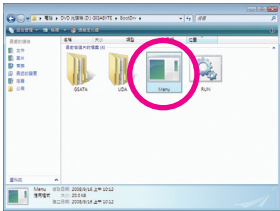
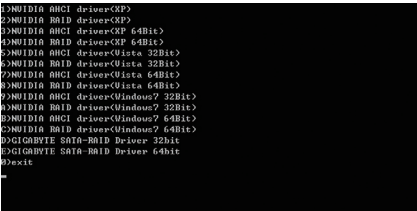

图2
图3
- 2：进入光盘中的“BootDrv”文件夹，双击“Menu.exe”文件 (图2) 后会出现「命令提示符」画面，内含如图3 所示的控制器菜单。
- 3：放入空白磁盘。按下 SATA 控制器驱动程序代码后再按 <Enter> 键。以图3的菜单为例，若要安装 Windows 32-bit 操作系统，请选择“2) NVIDIA RAID driver(XP)”；若要安装 Windows 64-bit 操作系统，请选择“4) NVIDIA RAID driver(XP 64Bit)”。